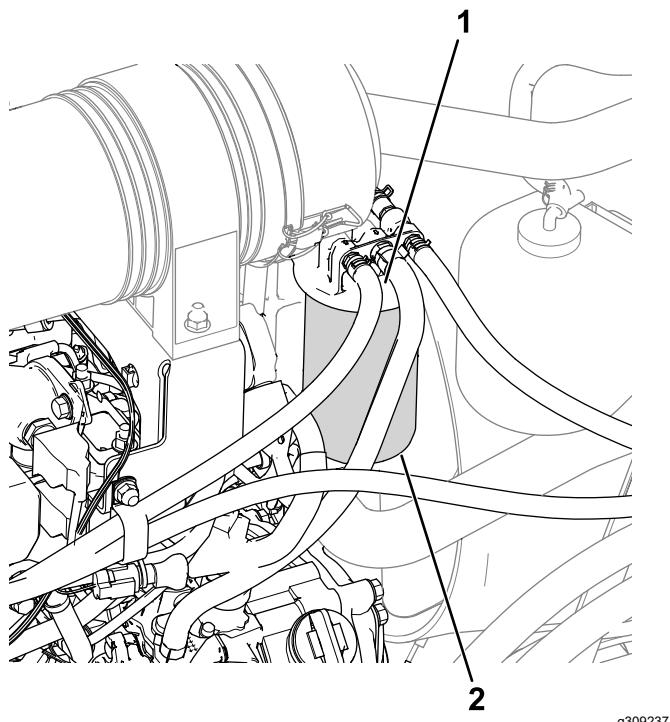

Figure 55
1. Nettoyez la surface autour de la tête du filtre à carburant (Figure 55).
1. Déposez le filtre et nettoyez la surface de montage de la tête du filtre (Figure 55).